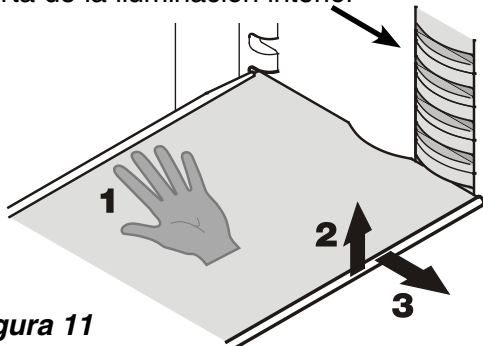

Figura 11
## Desplazar las baldas - Figura 11
- Retire las baldas de vidrio según se muestra en la **Figura 11**.